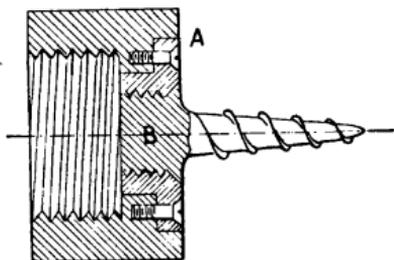

Fig. 144.
**Cochonnet et queue de cochon.** — On appelle cochonnet un manchon en bois dur monté directement sur le nez du tour à l'emplacement même du plateau (fig. 144) et sur lequel est montée bien